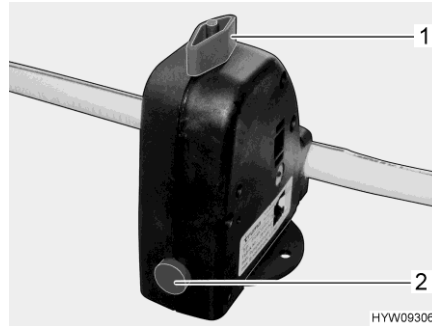

Bild 108 Sicherheits-/Ablassventil
Der Boiler ist mit einem Sicherheits-/Ablassventil (Bild 108) ausgestattet. Das Sicherheits-/Ablassventil verhindert, dass das Wasser im Boiler einfriert, wenn bei Frost die Heizung nicht eingeschaltet ist.
- Sicherheits-/Ablassventil schließen. Dazu den Drehknopf (Bild 108,1) quer zum Sicherheits-/Ablassventil drehen und den Druckknopf (Bild 108,2) hineindrücken.
- Sicherheits-/Ablassventil öffnen. Dazu den Drehknopf (Bild 108,1) längs zum Sicherheits-/Ablassventil drehen. Der Druckknopf (Bild 108,2) springt heraus. Der Boiler wird über das Sicherheits-/Ablassventil nach außen entleert.